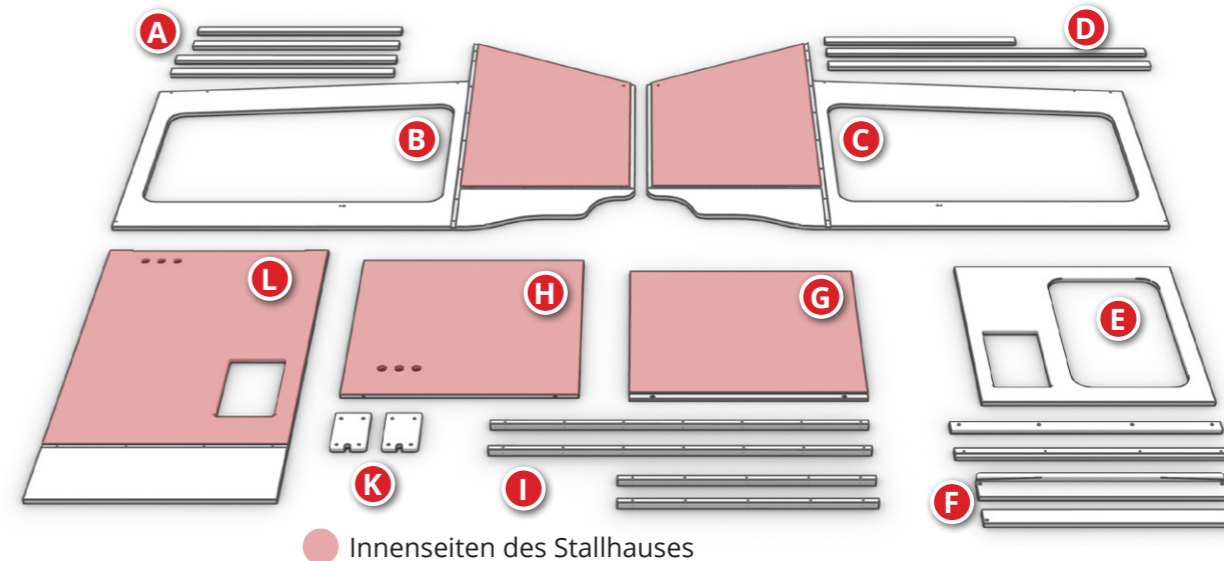

Abbildung 2: Holzteile des Bausatzes
STALLMACHER® lackiert den "Compact-Star" meist zweifarbig: Die Innenseiten des Stallhauses in Weiß und alle anderen Holzteile in der Wunschfarbe des Kunden (Wagenfarbe). Bei hellen Wagenfarben lackieren wir die Dachumrandungen aus optischen Gründen gerne auch in Schwarz. In Abbildung 2 sehen Sie die Holzbauteile des Bausatzes in Gruppen sortiert und wie Sie bei zweifarbigem Lackierung die beiden Seitenteile und die Frontplatte bereichsweise mit den zwei Farbtönen lackieren können. Grenzen für die Lackierung sind jeweils die Nuten in den Bauteilen. Achten Sie darauf, dass die Nuten frei bleiben, Farbnasen in den Nuten können später bei der Montage Probleme bereiten.
- B** Seitenteil rechts: Bereich der Innenseite vom Stallhaus in Weiß (in Abbildung 2 Rot dargestellt), der Rest in Wagenfarbe, der Falz hinten, in den später die Rückwand eingelegt wird, ebenfalls in Wagenfarbe
- C** Seitenteil links: Bereich der Innenseite vom Stallhaus in Weiß (in Abbildung 2 Rot dargestellt), der Rest in Wagenfarbe, der Falz hinten, in den später die Rückwand eingelegt wird, ebenfalls in Wagenfarbe
- L** Frontplatte: Bereich der Innenseite vom Stallhaus in Weiß (in Abbildung 2 Rot dargestellt), der Rest in Wagenfarbe, der Falz soll frei bleiben!